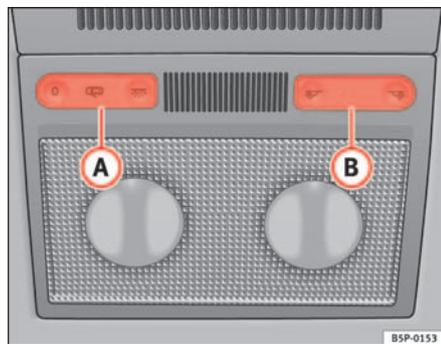
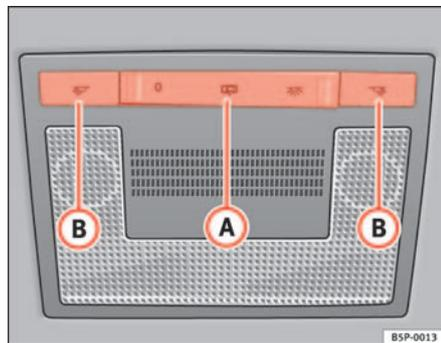

Fig. 80 Revestimiento interior del techo: luces delanteras de lectura tipo 1
Fig. 81 Revestimiento interior del techo: luces delanteras de lectura tipo 2
Pulse la tecla correspondiente ⇒ fig. 80 (B) y ⇒ fig. 81 (B) para encender la luz de lectura.